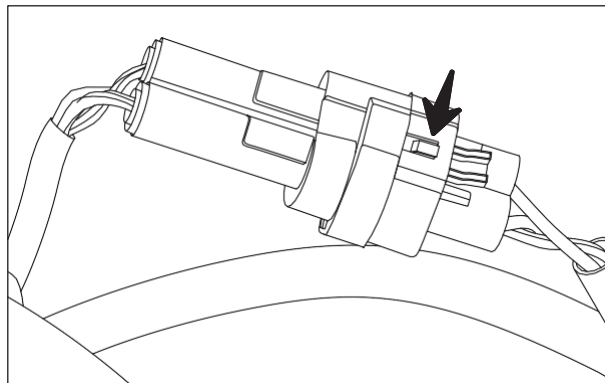

Fig. 5.4
- Al desconectar el suministro de energía del arranque eléctrico, conector de ramal eléctrico y conector de luces direccionales, presione el pin en el extremo del conector y desconecte suavemente. (Fig 5.4)